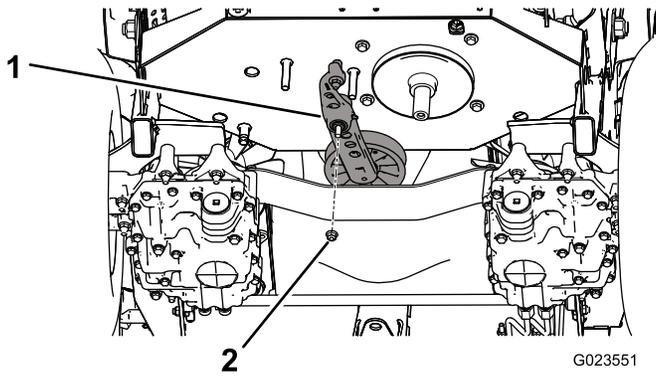

Bild 58
5. Entfernen Sie die Mutter, mit der der Spannarm am Rahmen befestigt ist (Bild 58).